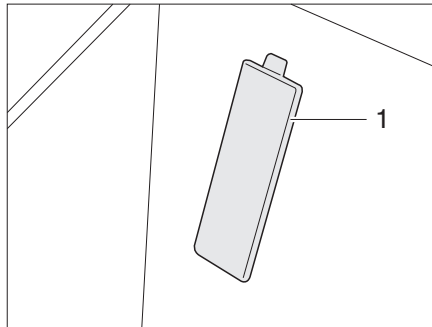

Fig. 369 Tapa del número de chasis (vehículo básico Fiat)
- ▷ En los vehículos con base de Fiat, el número de chasis se encuentra debajo de una tapa (Fig. 369,1) en la entrada del lado del acompañante.